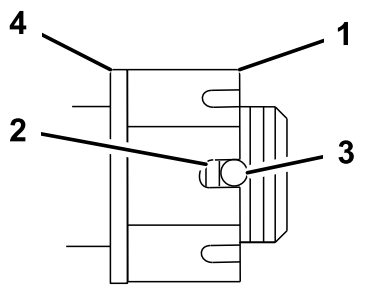

Figure 49
4. Serrez lécrou crénelé à 170 Nm (Figure 49).
5. Mesurez l'espace entre la base de la fente de lécrou et le bord intérieur du trou. On ne doit pas voir plus de deux filets (Figure 49).
7. Serrez lécrou crénelé à 170 Nm (Figure 49).
8. Serrez lécrou jusqu'à ce que la série de fentes suivante soit en face du trou de laxe (Figure 49).